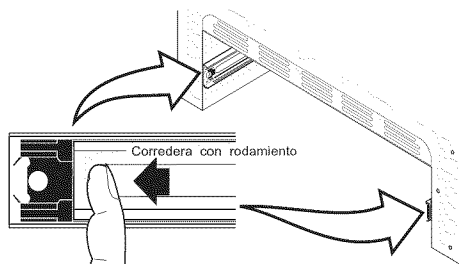

Figura 2
2. **Tire de las correderas con rodamiento hacia la parte delantera** de la corredera del chasis (ver Figura 2).